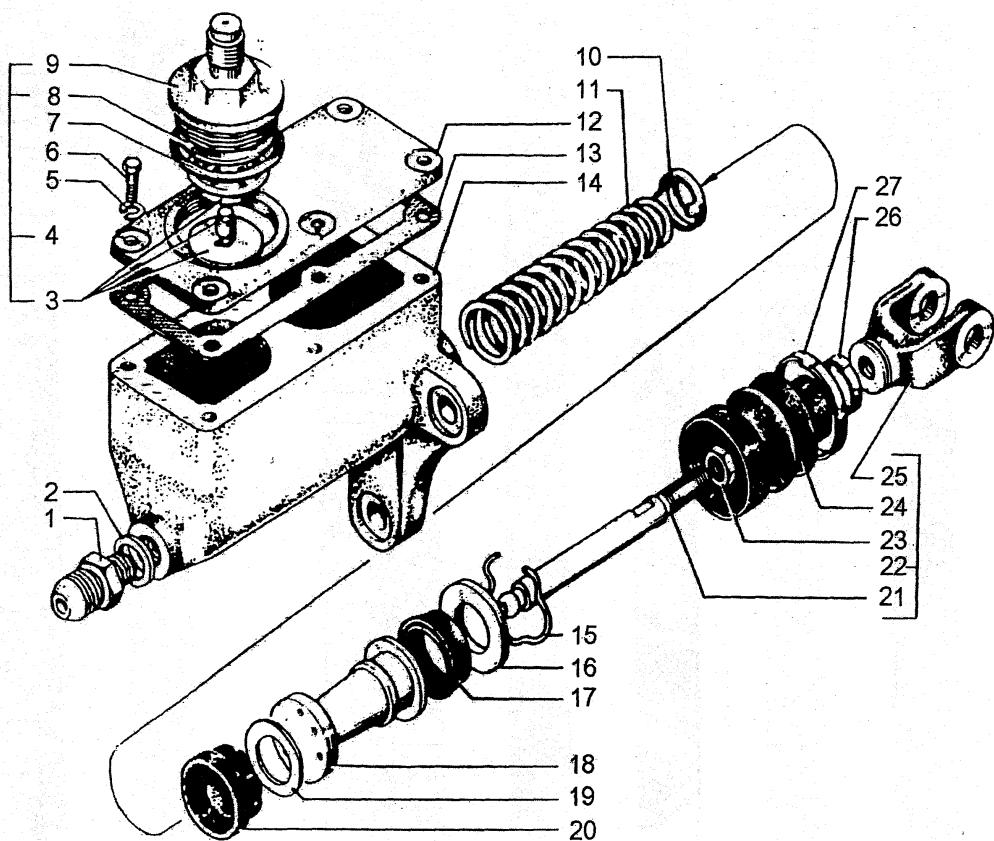

Рис. 5. Главный цилиндр выключения сцепления:
- взять из ЗИПа шланг для накачивания шин и подсоединить один его конец к наконечнику пробки 9 (рис.5), а второй – к клапану контрольного вывода 8 (рис.70);
2. Снять малое стяжное кольцо защитного колпака 24 (рис.5), снять защитный колпак, удерживая толкателем 22 поршня от проворачивания за лыски ключом. Отвернуть контргайку 23, вилку 25 толкателя и снять вилку.
- отвернуть пробку 9 (рис.5) и заполнить картер свежей тормозной жидкостью, в соответствии с химмотологической картой, после чего пробку 9 завернуть;
- подсоединить шланг для накачивания шин, одним концом на резьбовой конец пробки 9 (рис.5), а вторым – к клапану контрольного вывода;
- создать в полости цилиндра 14 (рис.5) давление сжатого воздуха в пределах 0,3 - 0,6 МПа (3 - 6 кгс/см²);
9. Долить жидкость в главный цилиндр до уровня на 15 - 20 мм ниже кромки заливного отверстия и плотно завернуть пробку 9 (рис.5).